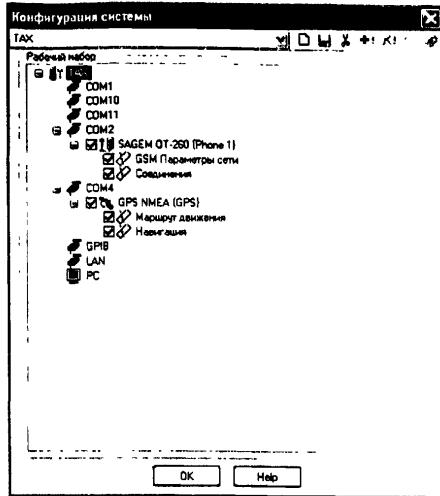

Рис.2
- для проведения поверки тарификатора проверить настройки рабочего набора программы Корунд. Для этого проследовать в меню программы “Сервис”→ “Конфигурация” (см. рис.2).